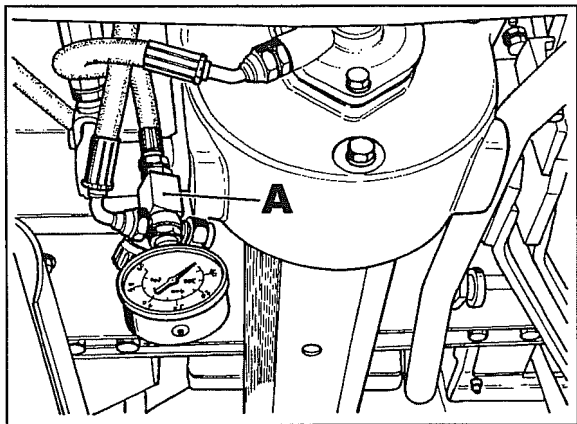
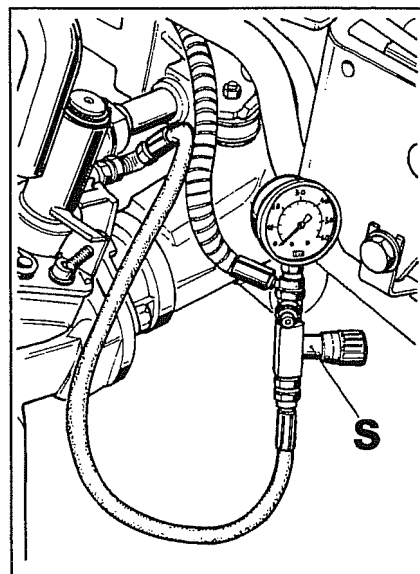

Fig. 13
Fig. 19
22 Identificar la electroválvula doble tracción, conectada al tubo en el que ha sido montado el manómetro de la fig. 13.
- 26 Montar la misma herramienta de la fig. 13 en el tubo de impulsión electroválvula a las masas frenantes como se ve en la fig. 19, recordando de cerrar el grifo S para excluir el circuito que del manómetro iría a las masas frenantes.
29 Si en cambio, una vez efectuada la operación 27, la presión resulta exacta, es decir cercana a los 40 bar, buscar la avería abriendo el grifo **S** fig. 19.